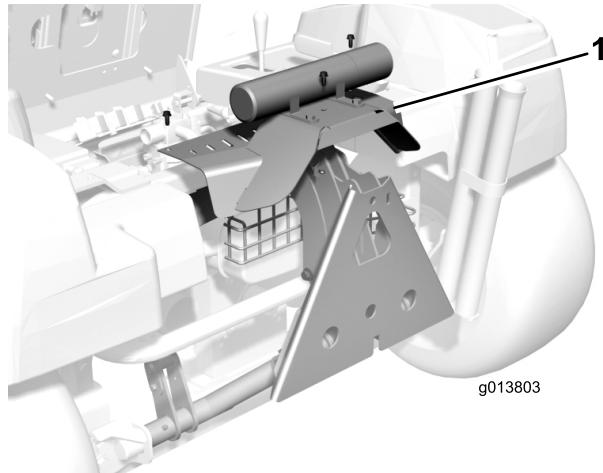

Figura 1
- Retire os (3) parafusos que fixam o conjunto da cobertura traseira à estrutura (Figura 1). Retire a cobertura.